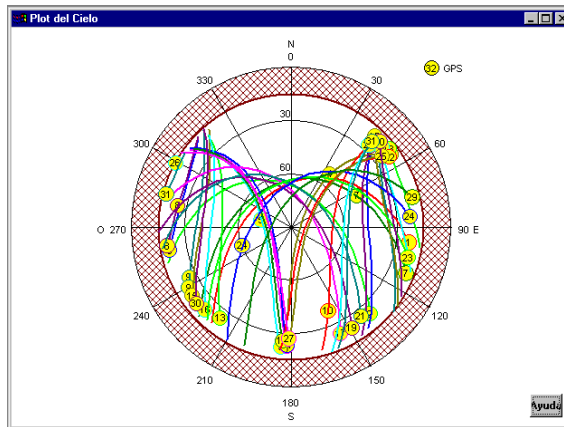

Figura A.10. Plano de Cielo
4. Seleccione **Plano de Cielo** en el menú **Ver** para abrir la ventana **Plano de Cielo** (Figura A.10).